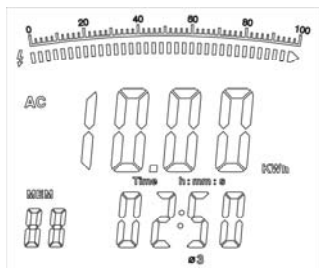

Figura 21
4. Pressione **SEL** para escolher uma das 3 fases. Veja a figura 21.